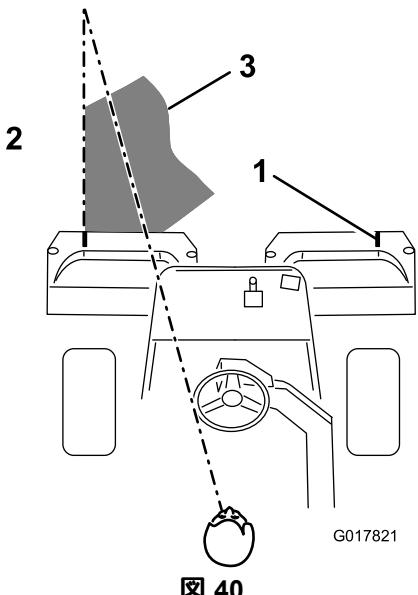

図 40
**注** グリーン内をぶれずにきれいに直進し、刈り込みの済んだ列との距離を一定に保って走るために車体前方1.8から3mのところに視線を置いて、刈り込み済みの済んでいる列にラインを合わせるようにするのがコツです図40。
ハンドルを目印にして距離を合わせても良いでしょう。その場合、ハンドルの縁と本機前方の目標ラインとを重ねて見ながら運転します(図40)。